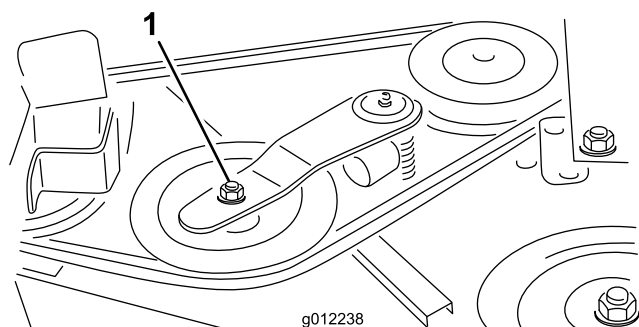
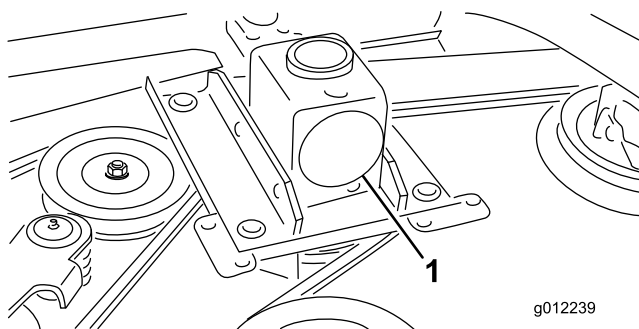

図 33
図 34
2. トルクレンチなどの工具を使ってアイドルプーリ 図 33 をベルトから引き離してベルトの張りをなくし、ベルトをギアボックスのプーリ 図 34 から外す。